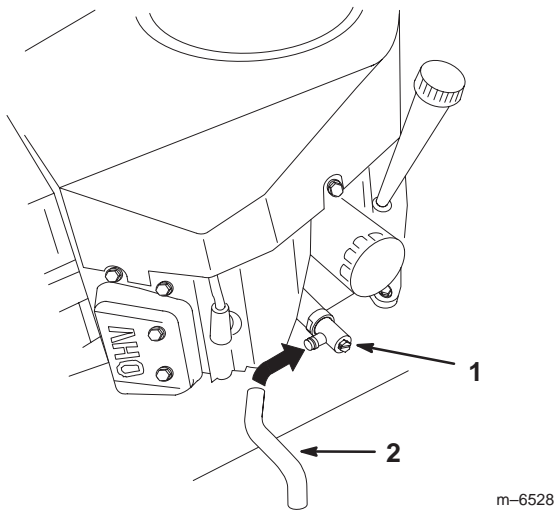

Figure 18
3. Branchez le flexible de vidange au robinet de vidange d'huile (Fig. 18).
4. Placez un bac de vidange sous le flexible de vidange d'huile. Ouvrez le robinet de vidange avec un tournevis à lame plate, ou une clé de 3/8 pouce ou de 10 mm (Fig. 18).
5. Tournez l'extrémité du robinet dans le sens anti-horaire pour l'ouvrir (Fig. 18).
6. Quand toute l'huile s'est écoulée, refermez le robinet de vidange en le tournant dans le sens horaire (Fig. 18).